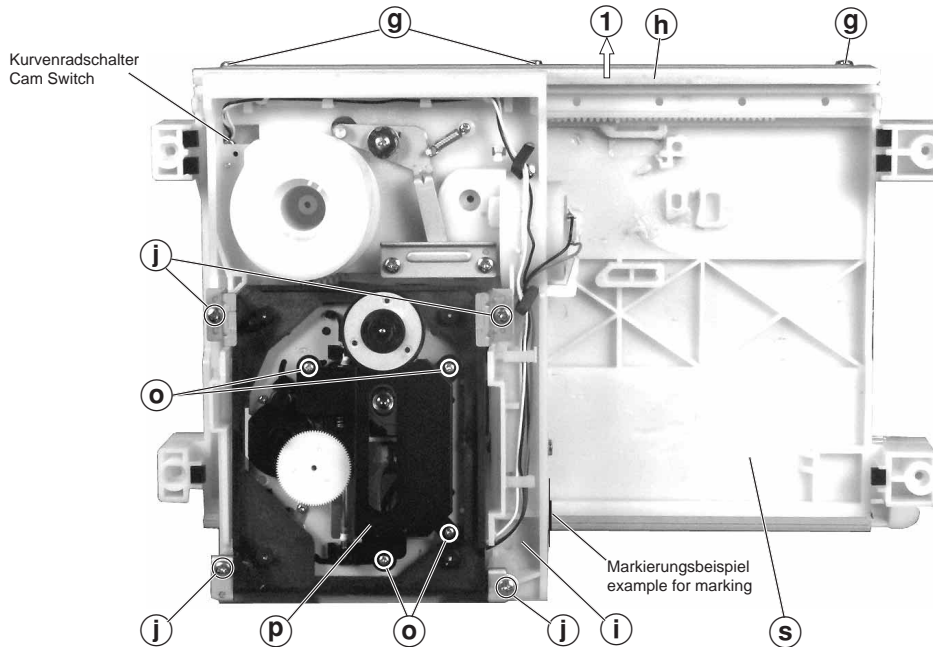

Fig. 11
8. Laufwerkschlitten ausbauen, (Fig. 11)
- 3 Schrauben ⑨ lösen und Führungsschiene ⑨ in Pfeilrichtung ① drücken.
- Position des Laufwerkschlittens ① am Laufwerkrahmen ⑤ markieren.
- Laufwerkschlitten ① herausnehmen.
8. Removing the Sledge of the Drive Mechanism (Fig. 11)
- Undo 3 screws ⑨ and press the guide ⑨ in the direction of arrow ①.
- Mark the position of the sledge ① on the frame of the drive mechanism ⑤.
- Take the sledge ① out.
- 4 Schrauben ① (Fig. 11) herausdrehen und dazugehörige Haltewinkel abnehmen.
- Undo 4 screws ① (Fig. 11) and remove the respective holding brackets.
- 4 Schrauben (o) herausdrehen und Abdeckblech (p) abnehmen (Fig. 11).
- Undo 4 screws (o) and remove the cover plate (p) (Fig. 11).